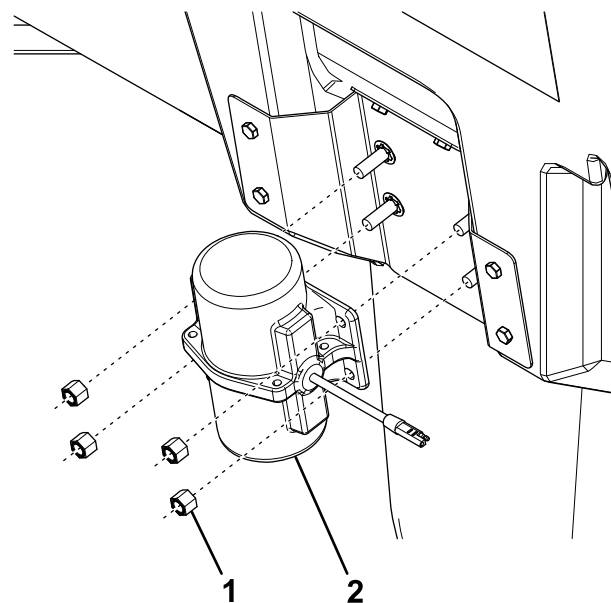

Figure 5
7. Glissez le vibreur sur les 4 boulons et fixez-le en place avec 4 contre-écrous (Figure 5).